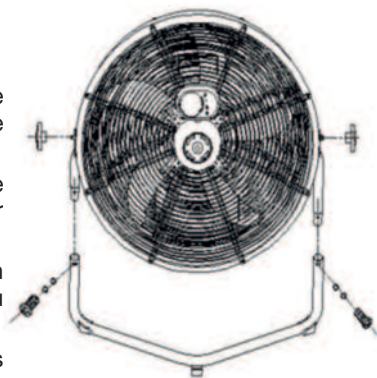

Figure. 1
- 4 Alignez les trous de vis et sécurisez avec les vis, les rondelles de blocage et les rondelles plates de l'étape 1. (Voir Figure 1.)